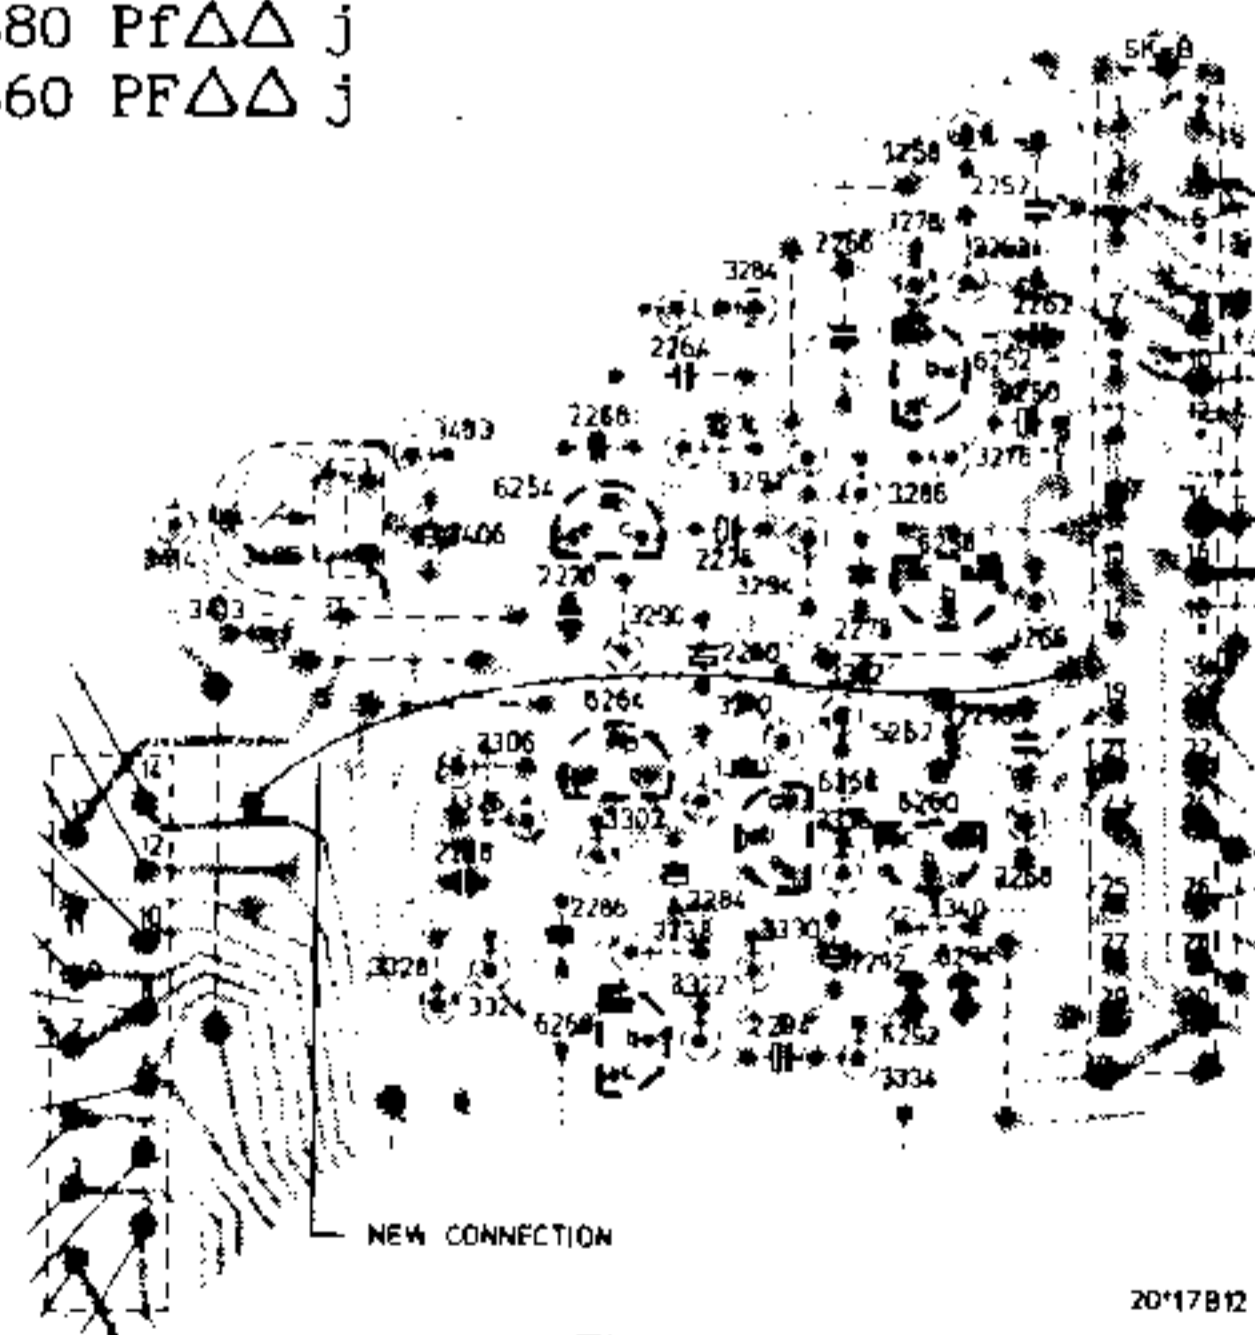

Fig. 2
2. maak een nieuwe (korte) verbinding volgens fig. 2.